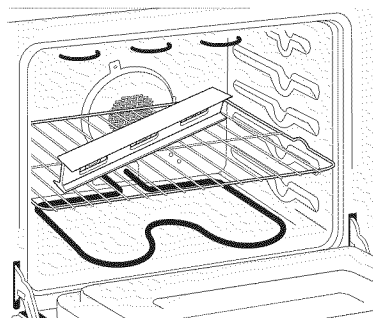

Figure 17
3. Vérifiez si l'appareil est à niveau en installant une grille au centre du four et en plaçant un niveau à bulle sur cette dernière (Figure 17).
2. Déposez un niveau à bulle sur la grille (figure 17). Prenez 2 lectures en plaçant le niveau en diagonale dans une direction, puis dans l'autre direction. Si nécessaire, ajustez les vis de nivellement ou le dispositif de nivellement.